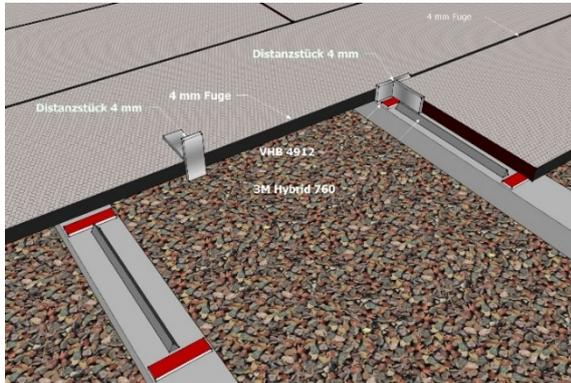

Abb. 2: Klebpositionen des Montagebands HP100 und des Montageklebers HP105
- Das spezielle Montageband HP100 wird auf die Breite der Unterkonstruktion zugeschnitten und jeweils an den Enden der Auflageflächen positioniert (s. Abb. 2)